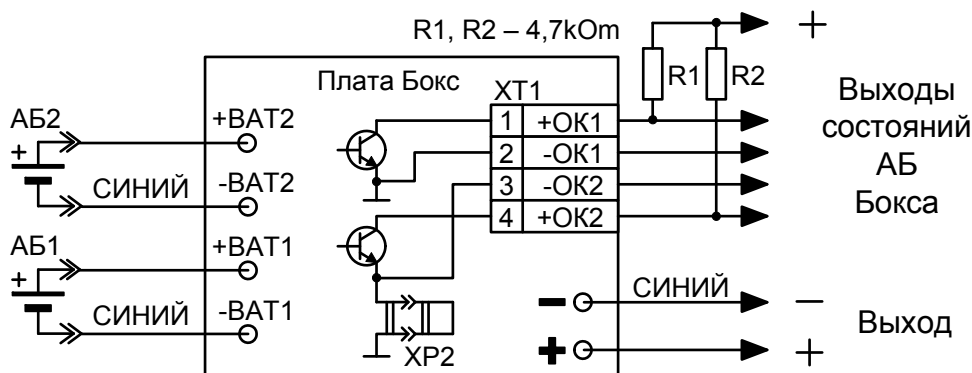

Рис.3
– с помощью двух выходов «ОК» (типа «открытый коллектор») при подключении к другим источникам питания и контролем состояния АБ Бокса внешними устройствами (схема подключения Рис.3). Максимально допустимые напряжение и ток коммутации выходов «ОК» – 30 В, 100 мА.
2.2.5 Порядок подключения к другим источникам питания и внешним устройствам (схема рис.3).
1) Подключить провода кабеля, идущего от интерфейсного разъема ХТ1 Бокса, к соответствующему клеммам внешнего контролирующего устройства (КУ) согласно схеме приведенной на Рис.3. Резисторы R1, R2 могут быть в пределах 1...30 кОм и выбираются пользователем в зависимости от характеристик КУ, например, из состава ЗИП КУ.
2.3.2 При подключении Бокса по схеме на рис.3 Бокс производит тестирование батарей по внутреннему алгоритму в автономном режиме. Состояние выходов ОК1 и ОК2 соответствующей таблице 1.